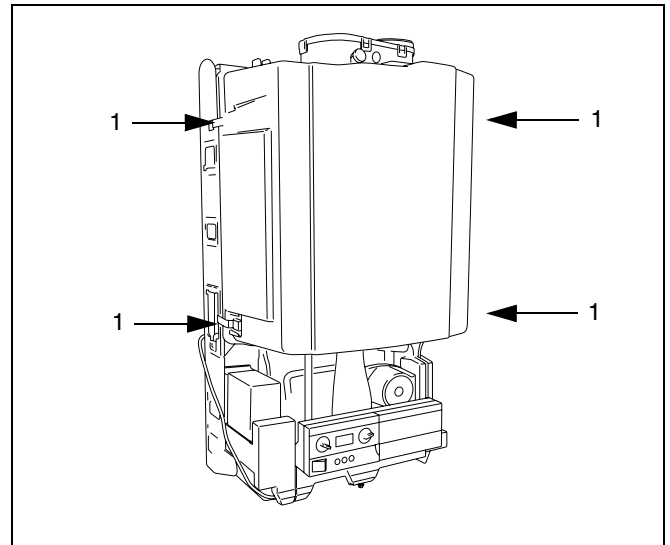

fig. 25 Verwijderen ventilatiekast
- Verwijder de ventilatiekast door de vier snelsluitingen los te nemen (→ fig. 25, [1]).